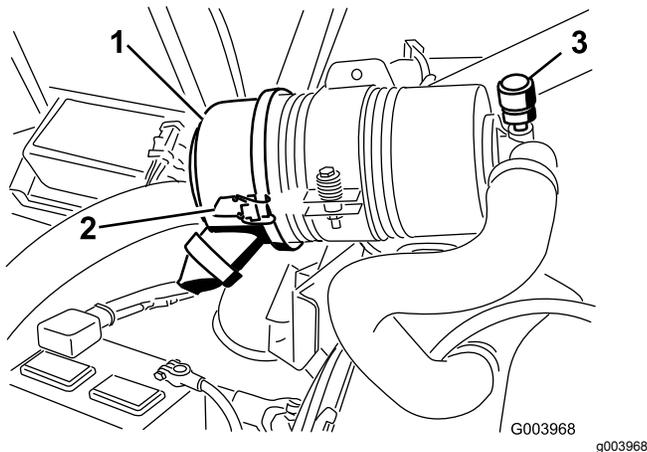

Figure 46
Faites l'entretien du filtre à air uniquement quand l'indicateur de colmatage (Figure 46) indique que cela est nécessaire. Changer le filtre à air prématurément ne fait qu'accroître le risque de contamination du moteur par des impuretés quand le filtre est déposé.
- Desserrez les attaches qui fixent le couvercle sur le boîtier du filtre à air (Figure 46).